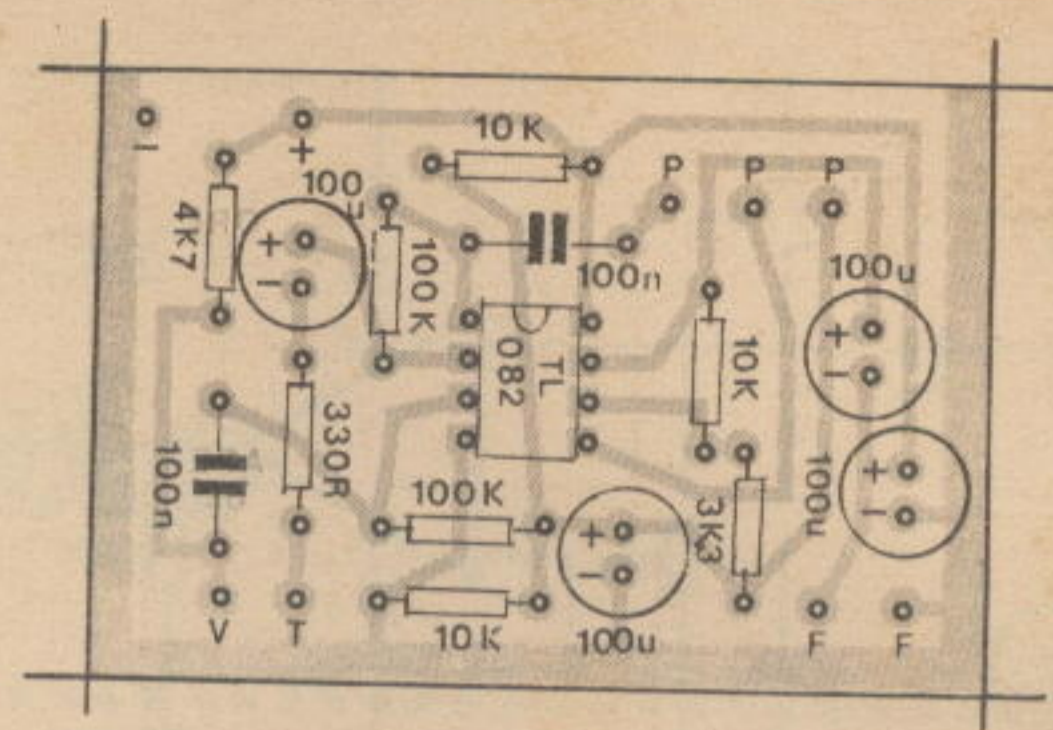

Fig.3
**- FIG. 3 - CHAPEADO DA MONTAGEM** - Placa vista pela face *não cobreada*, todos os principais componentes devidamente posicionados... O *chapeado* - como sabem os leitores/hobbystas *juramentados*, é o verdadeiro **gabarito** visual da montagem, que serve como prático **guia** para o realizador, evitando erros, inversões, etc. Lembrar que o integrado e os capacitores eletrolíticos têm posição única e certa (não podem ser ligados à placa/circuito *invertidos*...) devido às suas condições de *polarizados*... Observar, então, que o TL082 fica com sua extremidade marcada voltada para o capacitor de 100n próximo, enquanto que todos os eletrolíticos devem ter seus terminais **positivos** orientados *para cima*, virados para a borda da plaquinha onde se situam as ilhas periféricas **P-P-P**... Cuidado para não trocar de lugar qualquer dos resistores... Para tanto, basta *ler* corretamente seus valores, através do respectivo código de cores (quem *esqueceu* ou ainda *não decorou*, deve recorrer ao *inefável TABELÃO APE*...). Verificar tudo ao final, obtendo também a certeza de que todas as conexões soldadas (pelo outro lado da placa...) encontram-se em boas condições, só então *amputando* as sobras de terminais e *pernas* de componentes...